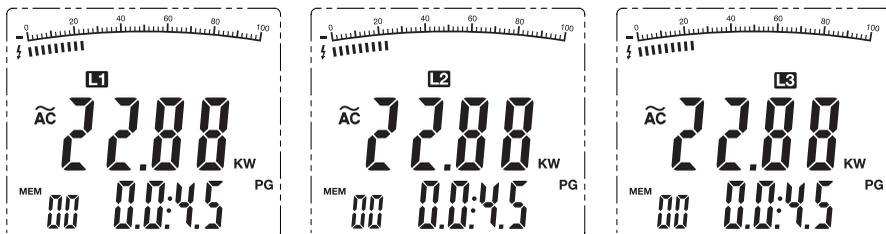

图 8
3. 将排料器为千瓦。 双显示屏会显示激活功率(千瓦)值和相位角度(PG) 的价值。
4. 按下L1-L2-L3) 按钮以选择第一个阶段L1(请参阅图8)。
5. 按下“ Σ ”按钮, 保存并将测量值总和为L1。(见图8)
8. 按下“ Σ ”按钮, 保存并将测量值总和为2。(图8)。 主显示屏显示功率阶段L2和辅助显示屏显示的相位角(PG)。
11. 按下“ Σ ”按钮, 保存并将测量值总和为L3。(图8)
4. 按下L1-L2-L3”按钮以选择第一个阶段L1(请参阅图8)。主显示屏显示为第二阶段的千瓦级风机L1和辅助显示屏显示的相位角(PG)。
5. 按下“ Σ ”按钮,保存并将测量值总和为L1。(见图8)
8. 按下“ Σ ”按钮,保存并将测量值总和为L3。(图8)